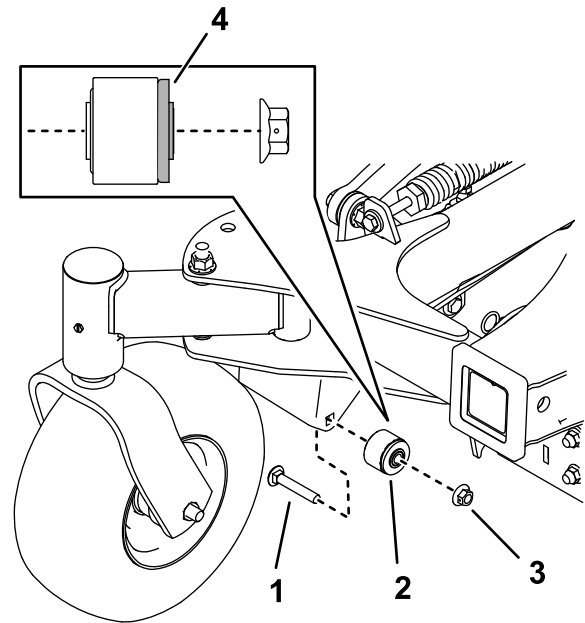

Figura 12
- Utilice un perno de cuello cuadrado ( $3/8$ " x  $2 1/4$ " ) y una tuerca ( $3/8$ " ) para instalar los conjuntos de casquillos en la máquina (Figura 12). Apriete el perno a 37–45 N·m (27–33 pies-libra).
**Nota:** La brida de goma del casquillo debe estar orientada hacia el interior de la máquina, como se muestra en la Figura 12.